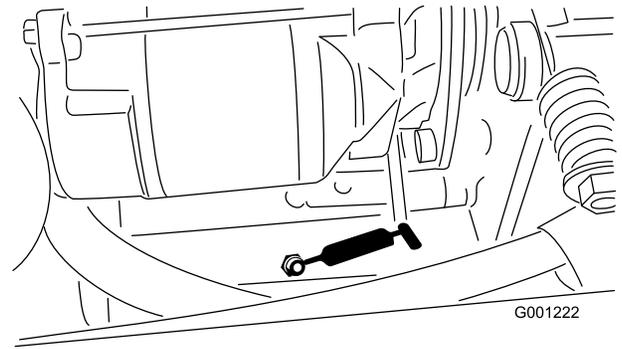

図 40
- PTO の後ベアリング(図 40)
- PTO のテンションピボット(図 40)